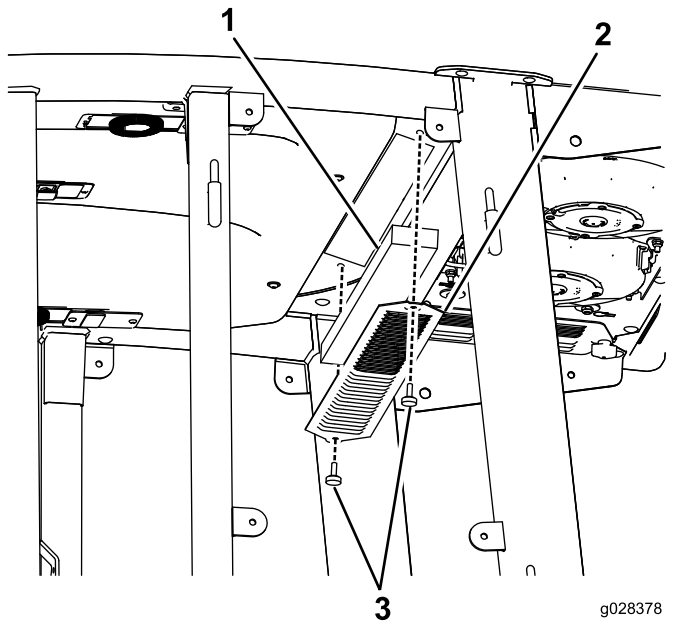
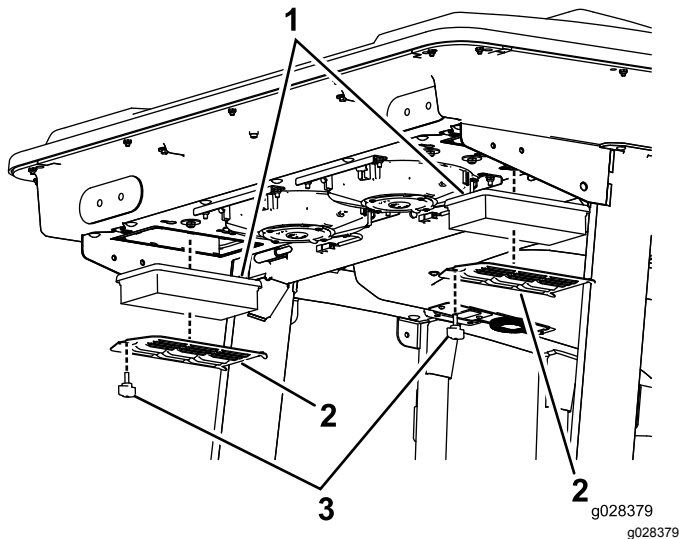

Figure 133
Figure 134
1. Retirez les vis à oreilles et les grilles des filtres à air intérieur et arrière de la cabine (Figure 133 et Figure 134).